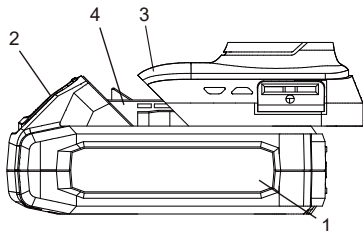

Fig. 3
1. Retirez la batterie déchargée (1) du tournevis en enfonçant le bouton d'éjection (2) de la batterie, puis en faisant glisser celle-ci vers l'arrière jusqu'à ce qu'elle soit dégagée de la poignée (3) du tournevis (figure 3).
2. Faites glisser la batterie entièrement chargée sur les clés correspondantes (4) dans la poignée du tournevis, là d'où la batterie déchargée a été retirée.
REMARQUE : Voir la figure 3 pour la procédure complète.